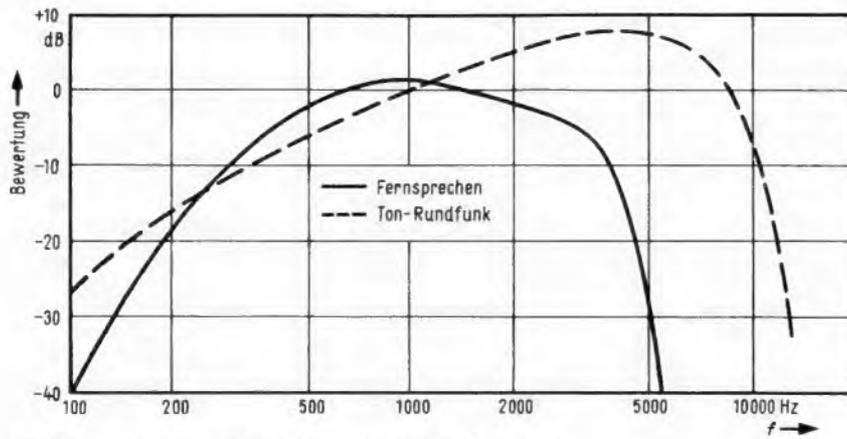

Bild 2. Bewertungfilter n. CCITT Fernsprechen; Ton-Rundfunk
Die Bezeichnung dB_{mp} bedeutet einen geräuschbewerteten absoluten Leistungspegel. Bezugswert 1 mW, Geräuschbewertungskurve p in Bild 2 [p bedeutet pondéré = geräuschbewertet], festgelegt durch das CCITT (Comité Consultative International Télégraphique et Téléphonique).
- dBm 0 ps: entspricht dBm 0 p mit dem Unterschied, daß ein Ton-Rundfunk-Bewertungsfilter (n. DIN 45 405) benutzt wird (Bild 2). Der Anhängbuchstabe s bedeutet: son = Ton.